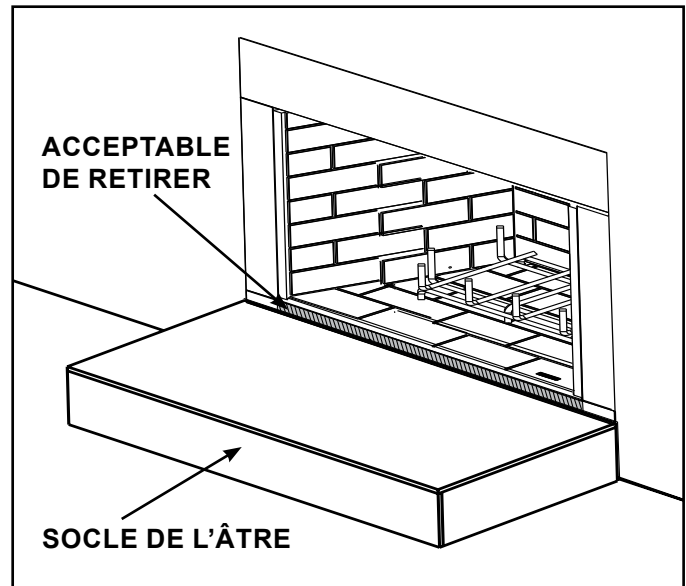

Figure 3.8 Foyer à combustible solide
- Il est possible d'enlever un bord métallique qui dépasse le socle de l'âtre du foyer à combustible solide. Voir la figure 3.8.